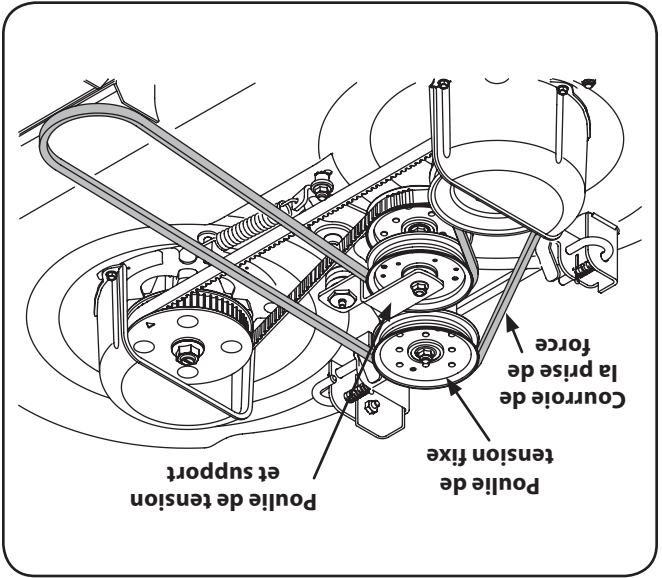

Figure 7-4
6. Faites passer l'envers de la courroie sur la poulie de tension, puis entre la poulie de tension et son support. Resserrez la vis hex. et le contre-écrou à bride s'ils ont été desserrés plus tôt. Voir la Figure 7-4.
7. Faites passer la courroie autour de la poulie de tension fixe, comme à la Figure 7-4, et installez à nouveau le plateau de coupe en suivant les instructions « Montage du plateau de coupe » dans ce chapitre.
3. Glissez la courroie entre la base de la poulie de tension et le dessus de la poulie de tension de la courroie de distribution qui se trouve en dessous. Voir la Figure 7-4.
4. Faites une boucle avec la courroie et dégagez-la de la rainure en V de la poulie d'entraînement, sur la fusée droite. Faites passer la courroie sur la poulie, puis sous l'habitacle de la fusée. Voir la Figure 7-4.